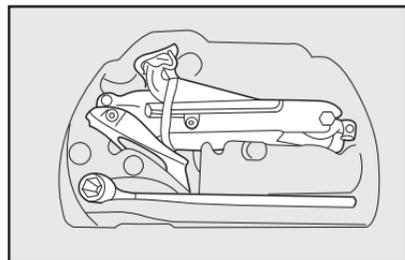

fig. 3
– Saque las herramientas y el crique de su seguro **fig. 3**.